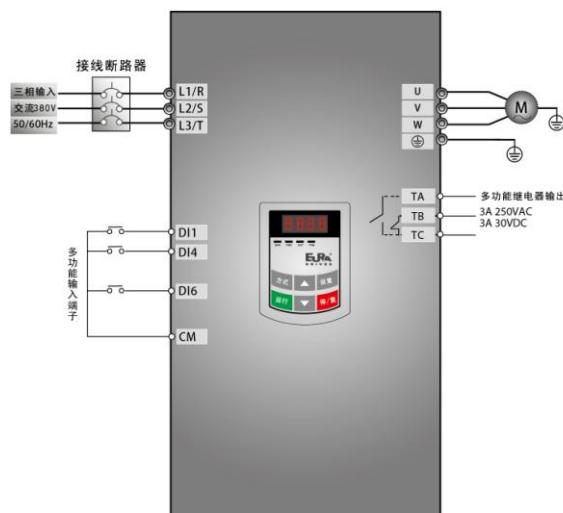

图 5-7 接线图 2
(1) 按图 5-7 配线，检查接线正确后，合上空气开关，变频器上电；